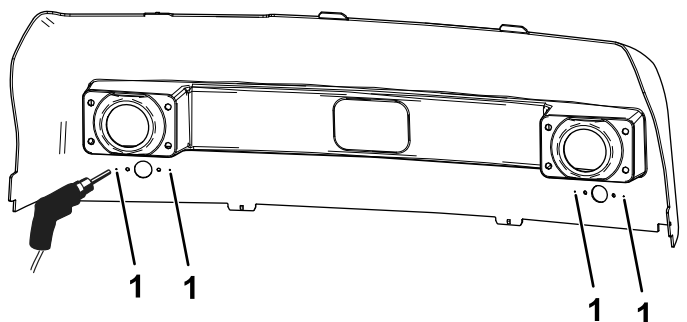

Figura 22
2. Pe partea interioară a capotei, localizai cele 4 puncte de lângă orificiile pentru lumina semnalizatoare de direcție i găurii orificii cu diametrul de 6 mm aa cum se arată în Figura 22.